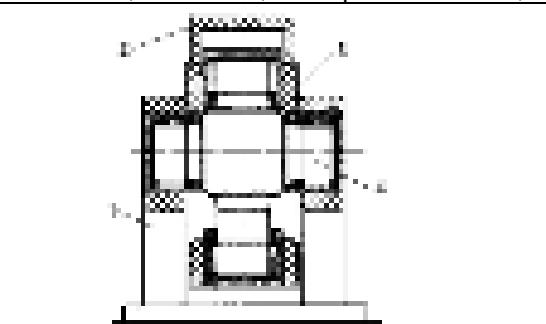

Рис. 3-113. Разборка карданного шарнира
- установите карданный вал одной из вилок карданного шарнира на опору 1 (рис. 3-113) пресса. Через специальную втулку 2 штоком пресса переместите другую вилку 3 шарнира вниз до упора в крестовину;